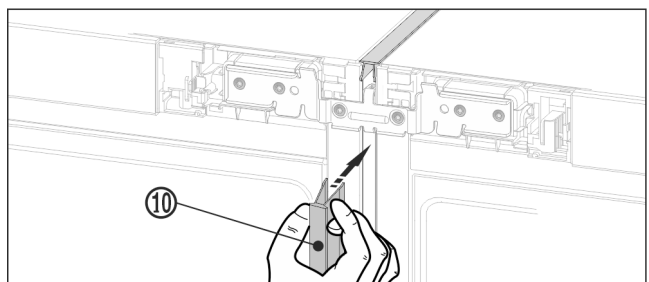

Fig. 20
- ▶ Auf der Vorderseite die lange Abdeckleiste Fig. 20 (10) in den vertikalen Spalt drücken. Darauf achten, dass die Leiste auf dem Verbindungsblech aufsteht.